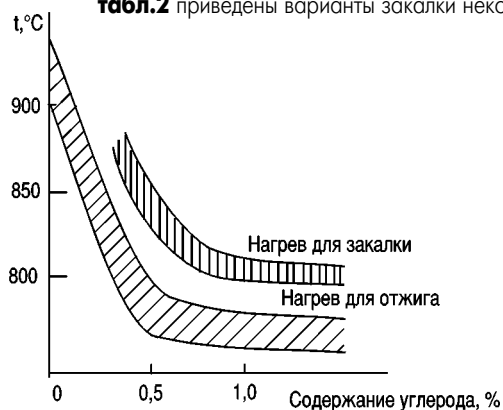

Рис. 2
1. Каждая марка стали должна нагреваться до определенной температуры для **(рис. 2)**. При нагреве выше допустимой температуры сталь теряет свои свойства. Это уже процесс отжига.